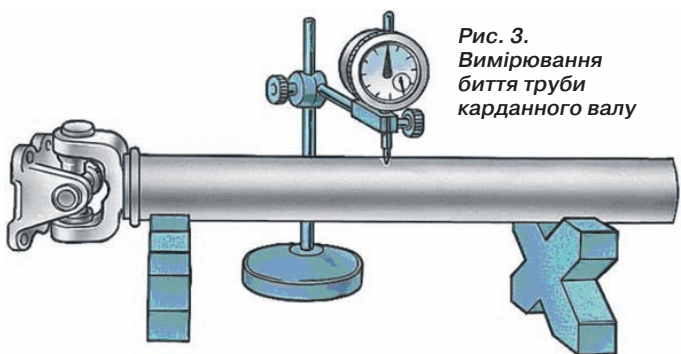

Рис. 3.
1. Виправіть або замініть погнутий вал. Після правки допустиме биття вала повинно бути не більше 0,6 мм в будь-якій точці по довжині (рис. 3). Правте вал на призмах.